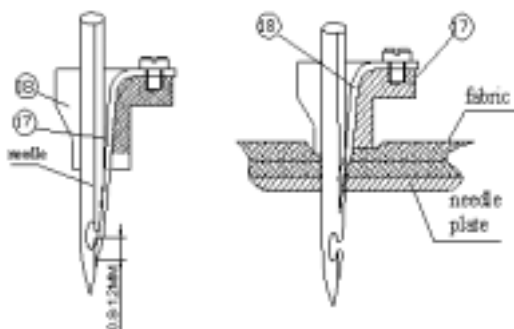

Fig. 7
Saque el clip de tela (17) de la barra interna y la aguja del barra de aguja. Escoja el ancho de vía apropiado de la aguja y la clip de tela correspondiente. Para asamblea use una nueva lengua (18) y insértelo en el clip de tela. Entonces/luego instale una nueva aguja de corresponder a la medida en el guía de aguja. Fig. 7.
La lengua debe ser puesta en el surco más largo de la aguja y luego arreglada con el tornillo sujetar con abrazadera (19) en such una manera de que la punta ejerce una presión leve sobre la aguja. FIG.7 después de ajustar el tornillo sujetar con abrazadera de la lengua, verifica que el clip de tela es colocado derecho y corre suavemente a lo largo de la aguja.